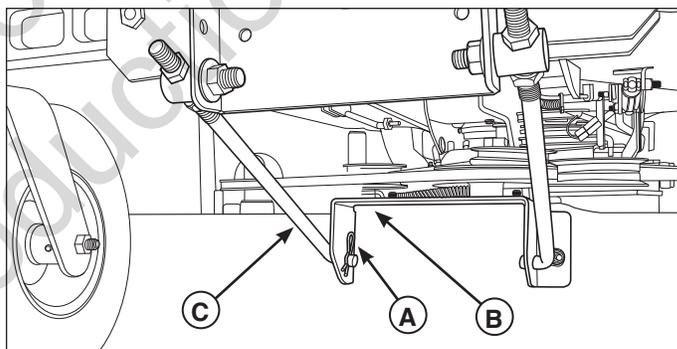

Figura 20. Componentes del elevador delantero de la cubierta (Se muestra el lado derecho; el izquierdo es igual)
5. Quite las horquillas y arandelas (**A**, Figura 20) que sujetan el soporte delantero de la cubierta del cortacésped (**B**) a las varillas de elevación delanteras (**C**), y, tirando, retire las varillas de los orificios en los soportes. Guarde todos los herrajes extraídos.
4. Inserte las varillas de elevación delanteras (**C**, Figura 20) dentro de los orificios inferiores en el soporte delantero de la cubierta del cortacésped (**B**), y sujete cada una con una arandela y una horquilla (**A**).